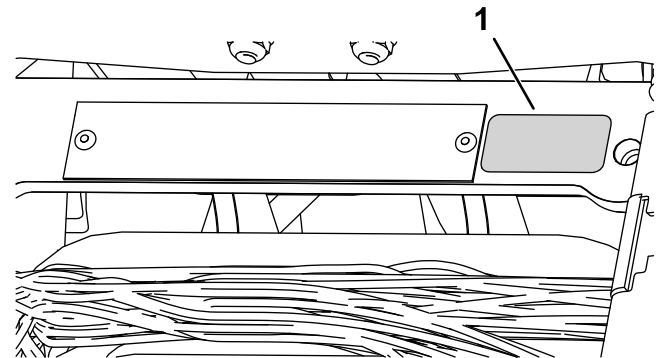

Figura 12
- Applicate l'adesivo dell'anno di produzione accanto alla piastra del numero di serie (Figura 12).